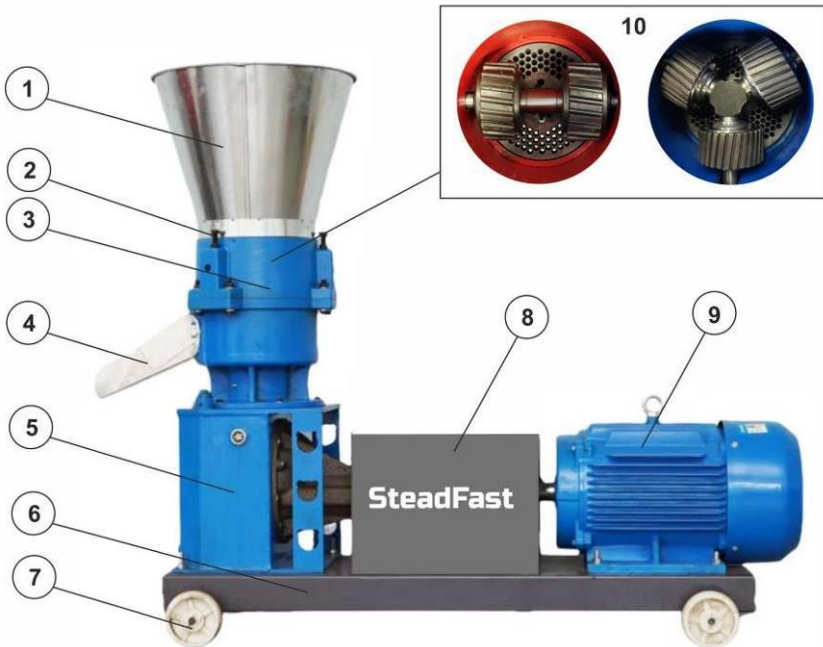
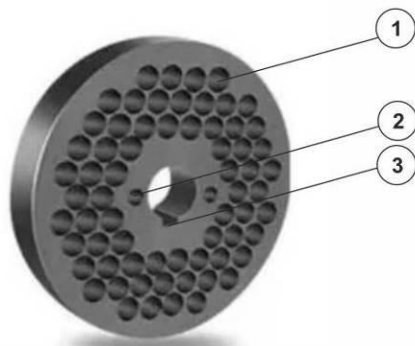

Рис.1. Схема гранулятора.
Рис.2. Матрица гранулятора.
В основе принципа работы лежит сжатие тонкоизмельченного сырья в зазоре между прижимным валом (10 - рис.1) и поверхностью матрицы (рис.2). Матрица гранулятора (рис.2) является основным и наиболее ответственным рабочим органом, т.к. именно внутри неё происходит непосредственная формовка сырья в гранулы. Она представляет собой плоский диск определённого диаметра, в котором выполнены сквозные отверстия одинакового диаметра (1 - фильеры).
Сырьё, поступаая в фильеры, через конический заход уплотняется и формирует гранулу. Сырьё сжимается до тех пор, пока под действием давления, содержащейся в сырье влаги и нагрева в процессе сжатия оно не приобретает термопластичные свойства и не начинает продавливаться через фильеры матрицы. На выходе из фильер спрессованное сырьё дробится на отдельные гранулы регулируемым отсекателем. Полученные гранулы удаляются из прессующего узла выбрасывателем и по наклонному выгрузному желобу (4 - рис. 1) самотёком покидают устройство
6) с помощью гаечного ключа отрегулировать болт прижимного вала (2 – рис.1) чтобы зазор между валом (10-рис.1) и матрицей (рис.2) составил от 0,1 до 0,7 мм.